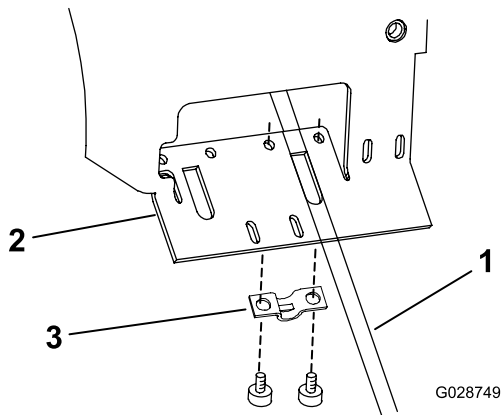

Bild 10
3. Befestigen Sie den Zapfwellenzug mit einer Klemme und zwei Sechskant-Blechschauben an der Unterseite der Hebelstützhalterung (Bild 10).